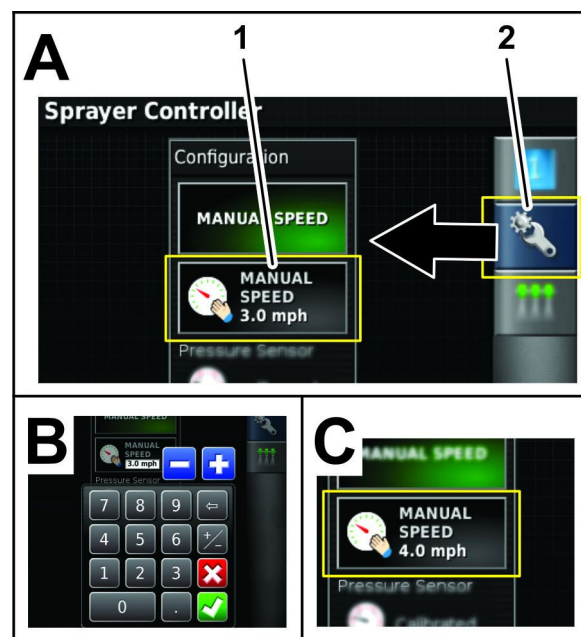

Рисунок 97
F. Нажмите на значок ручного ввода скорости (Рисунок 97).
G. С помощью клавиатуры введите имитационную скорость и нажмите на значок подтверждения (Рисунок 97).